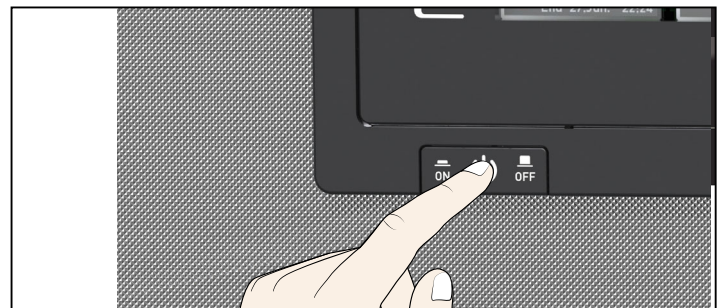

Abb. 16 Gerät ausschalten
3. Gerät am Hauptschalter ausschalten (Abb. 16).